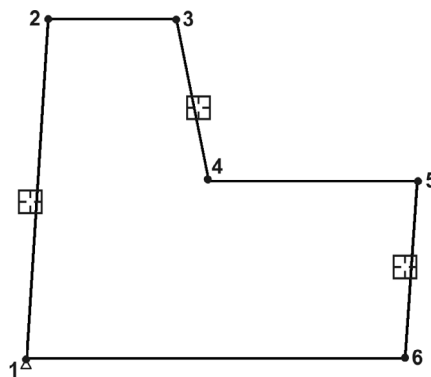

Рис. 62.5.
5. Нажмите кнопку **Горизонталь** на панели **Параметризация** и щелкните по отрезкам 2–3, 4–5 и 1–6. Отрезки примут горизонтальную ориентацию (рис. 62.5).